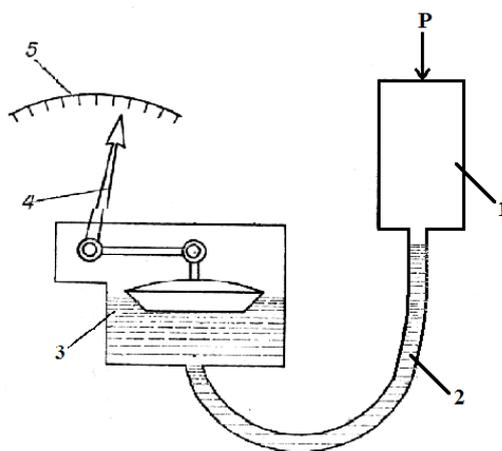

Рис. 21. Поплавковый дифференциальный манометр:
3. Поплавковые манометры (рис. 21);